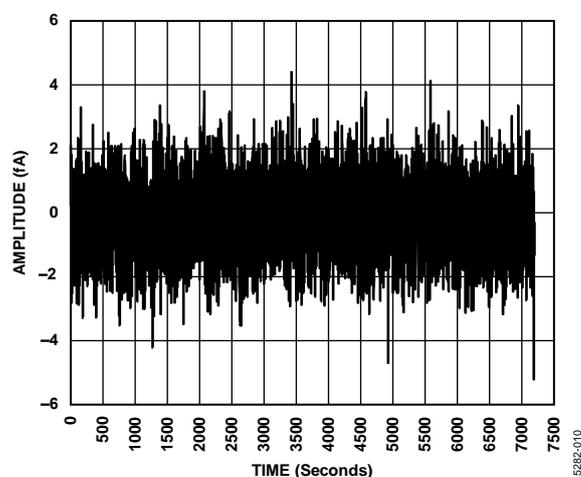

図 10. オープン入力として 0.83 SPS でサンプリングしたデータ
**[Configuration]** タブの **[Offset Cancellation]** チェックボックスをオンにして、システムが 10 GΩ の抵抗で **[Current Input]** として構成されていることを確認します。さらに **[Sampled Data]** タブで、ドロップダウン・ボックスから希望のサンプリング・レートを選択し **[Start Sampling]** をクリックします。10 GΩ 抵抗の熱ノイズはシステム・ノイズを支配する可能性があるため、最大限の性能を得るには、受入れ可能な最小限のサンプリング・レートを選択します。例えば図 10 は、0.83 SPS で 120 分間サンプリングした場合のシステム・ノイズを示しています。この場合の RMS ノイズは 1.4 fA で、DC 値は -150 aA です。